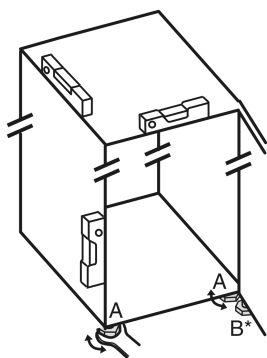

Fig. 6
- Svitare i piedini regolabili Fig. 6 (A) con la chiave a forchetta contenuta nella fornitura e con l'aiuto di una bilancia idrostatica, finché l'apparecchio non si trova in posizione stabile e piana.
- Con la chiave a forchetta in dotazione, svitare il piedino regolabile Fig. 6 (B) sul cuscinetto di supporto inferiore, fino a farlo appoggiare sul pavimento.
- Ruotare ulteriormente il piedino regolabile Fig. 6 (B) di 90°.